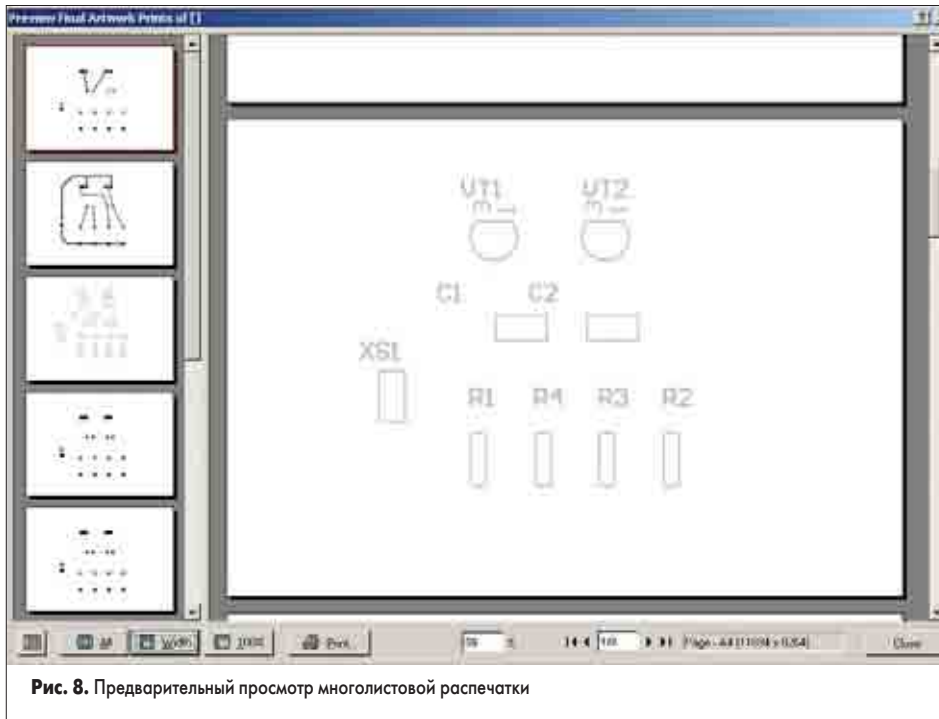

Рис. 8. Предварительный просмотр многолистовой распечатки
- Нажмем кнопку Preview. Откроется окно предварительного просмотра распечатки, в которой будет присутствовать несколько листов (рис. 8).